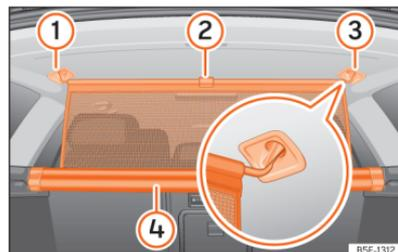

Abb. 185 Im Kofferraum: Trennwandnetz einhängen.
- Ziehen Sie die Lasche »» (Abb. 185) ② nach oben, um das Netz aus dem Einsatz ④ zu nehmen.
- Hängen Sie das Trennnetz an der rechten oder linken Seite ③ (vergrößerte Darstellung) ein.
- Hängen Sie das Trennnetz an der Aufnahme der anderen Seite ① ein, indem Sie an der Stange ziehen.